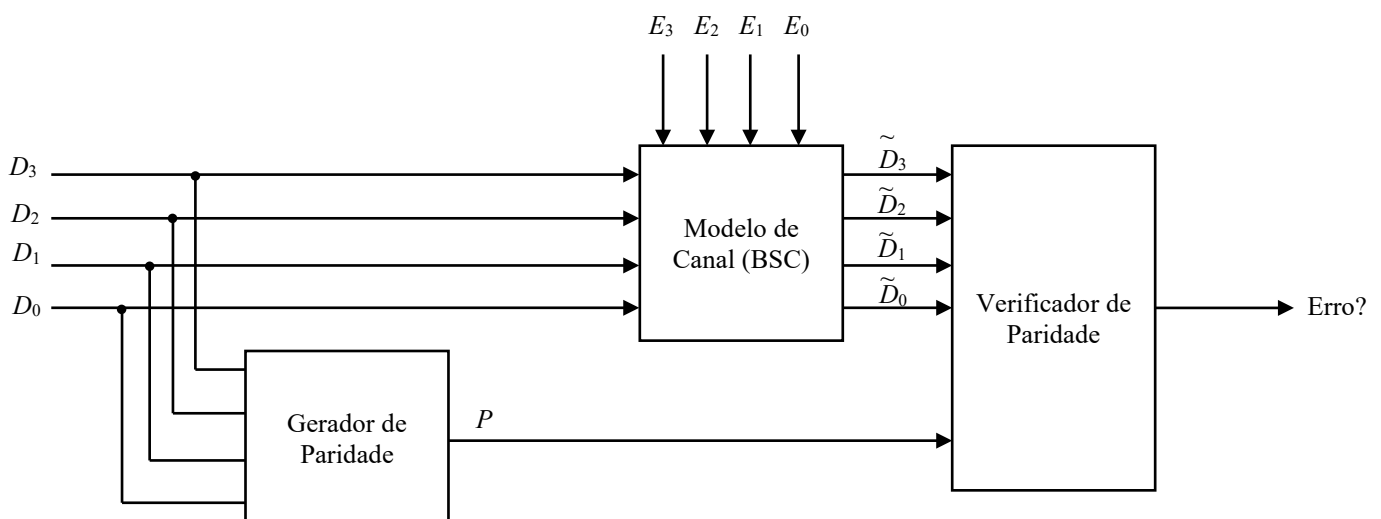
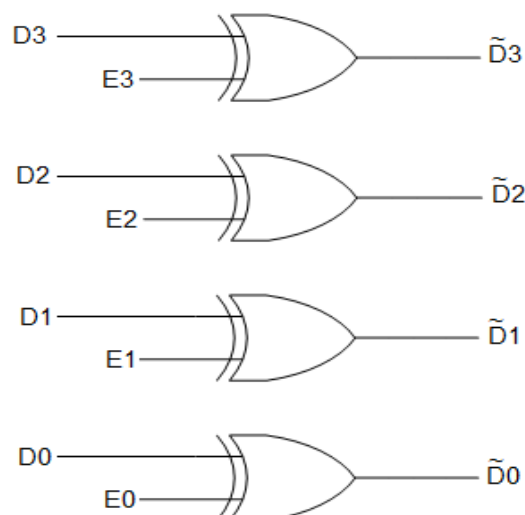

Figura 1 – Circuito gerador e verificador de paridade.
Figura 2 – Modelo de um Canal BSC.
Descreva o sistema digital apresentado no diagrama de blocos da Figura 1 abaixo em VHDL. O circuito corresponde ao modelo de canal (BSC) é apresentado na Figura 2. Neste circuito, as entradas $D_3..D_0$ correspondem os *bits* que devem ser enviados em um canal de transmissão. As entradas $E_3...E_0$ são *bits* controladores de erro. Assim sendo, quando $E_3 = 1$, é aplicado um erro ao *bit* 3 (troca-se o valor), ao passo que quando $E_3 = 0$, não se aplica erro ao *bit* 3 (o valor é mantido). O mesmo comportamento é aplicado aos outros *bits*.
2. Descreva o circuito da Figura 1 em VHDL.